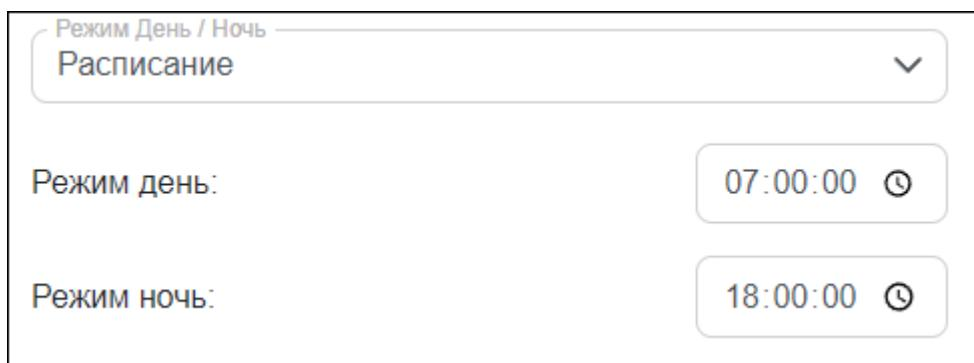

Рисунок 21 – Настройка включения ИК-фильтра по расписанию
- расписание (ИК-фильтр включен по расписанию, устанавливаемому пользователем (Рисунок 21 – Настройка включения ИК-фильтра по расписанию), с возможностью включения/отключения режима ИК-подсветки. Мощность ИК-подсветки регулируется при помощи ползунка.